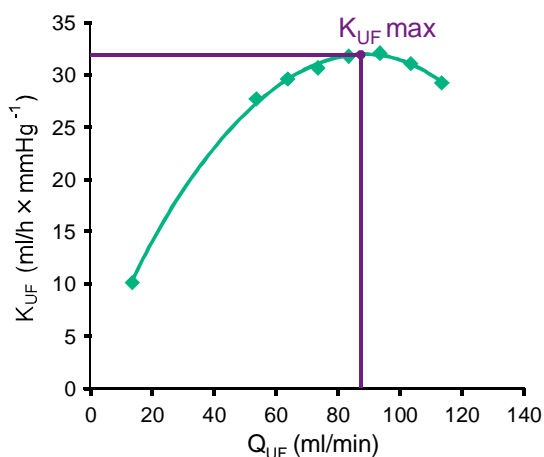

Fig. 11-23 Prinsippet for K_{UF} max-bestemmelse
Ved K_{UF} -kalkulasjon (se også avsnitt 13.10 Formler (382)) stiller maskinen den konvektive flowen Q_{UF} , måler TMP og kalkulerer ultrafiltrasjonskoeffisienten K_{UF} . Bestemmelse av K_{UF} for ulike Q_{UF} -verdier gir en typisk parabelfunksjon (Fig. 11-23): K_{UF} øker først, opptil toppunktet til parabelen (maksimalverdien) og synker deretter hvis Q_{UF} fortsatt øker. Ved å tilpasse de bestemte verdiene med en regresjonskurve ($f(x) = Ax^2 + Bx + C$), kan den maksimale ultrafiltrasjonskoeffisienten (K_{UF} max) og tilsvarende konvektiv flow (Q_{UF}) deriveres.